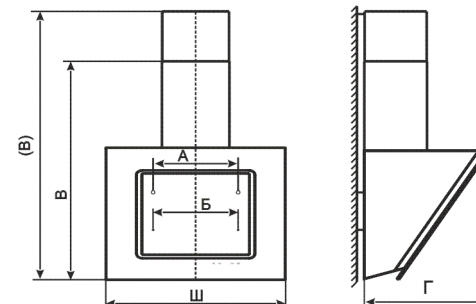

рис. 2
- навесьте вытяжку через отверстия типа «замочная скважина» и дополнительно закрепите ее двумя самонарезающими винтами 6x50 мм (размер Б, рис. 2).
- вверните два самонарезающих винта 6x50 мм (размер А, рис. 2);